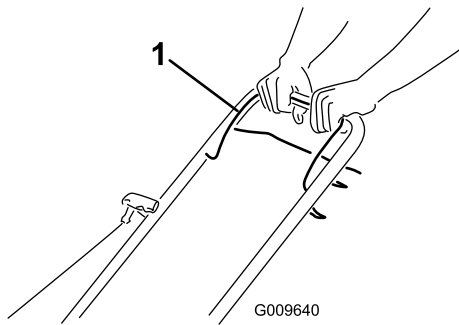

Bild 10
1. Halten Sie den Schaltbügel gegen den Griff gedrückt (Bild 10).